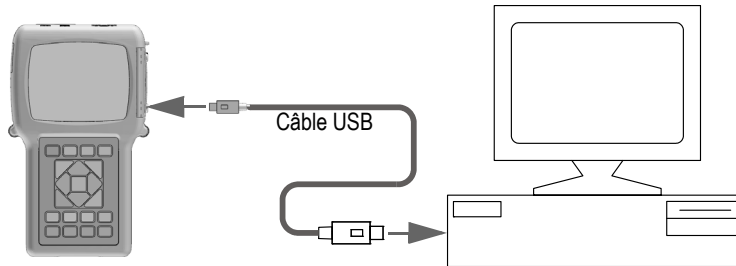

Figure 14-1 Connexion du 38DL PLUS à un ordinateur
8. Connectez une extrémité du câble USB au connecteur USB client situé sous le couvercle E-S du 38DL PLUS, et l'autre extrémité au port USB de l'ordinateur (voir la Figure 14-1 à la page 273).